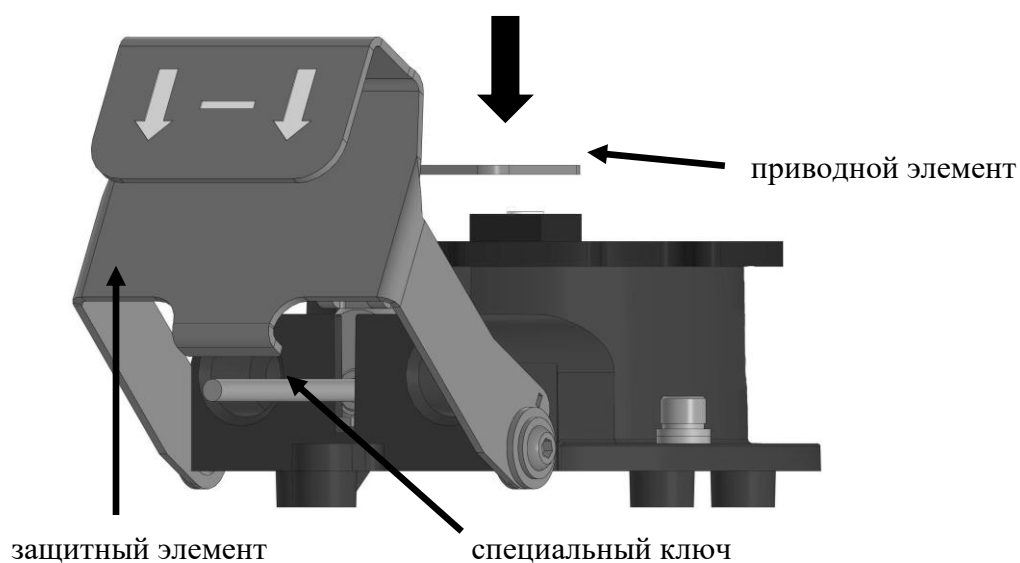

Рисунок 2 – Внешний вид извещателя со специальным инструментом (ключом)
- сместить вниз защитный элемент (см. рисунок 2);